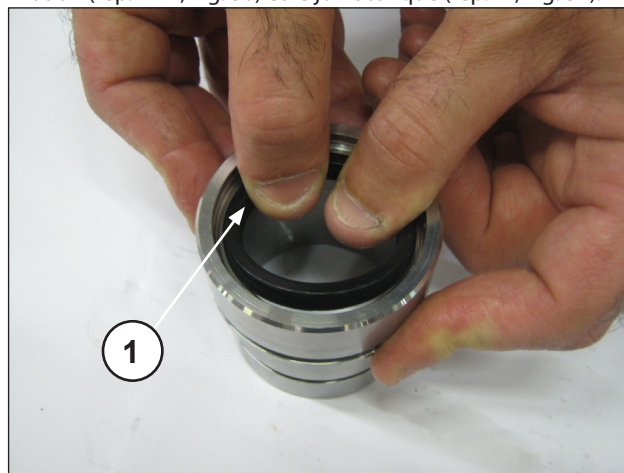
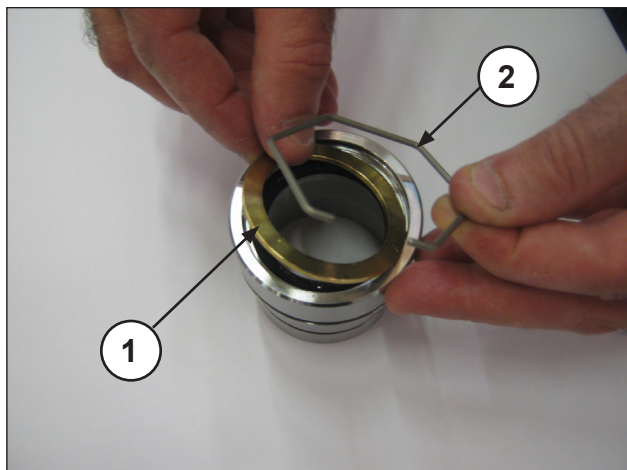
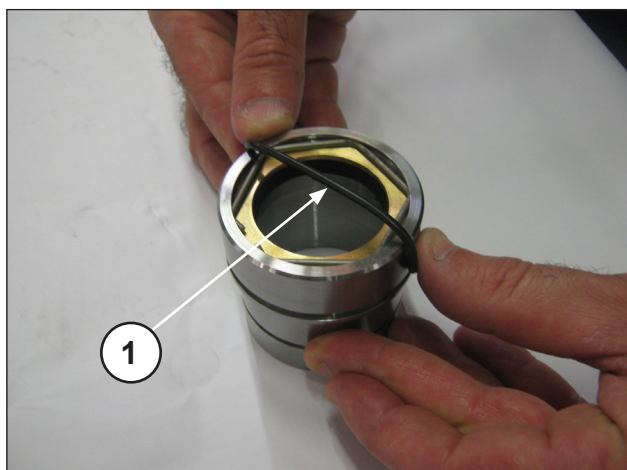

Fig. 29
Fig. 30
Fig. 31
Insérer le joint de basse pression dans le support presse-étoupe (rep. ①, Fig. 29) en contrôlant le sens de montage qui prévoit que la lèvre d'étanchéité soit tournée en avant (vers la tête). Insérer la bague d'étanchéité, la bague de fixation (rep. ①②, Fig. 30) et le joint torique (rep. ①, Fig. 31).